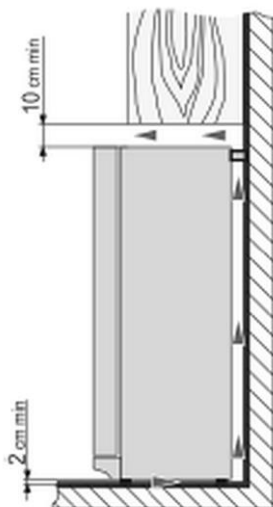

Fig. 4
- Manter uma distância de pelo menos 10 cm entre o topo do aparelho e objetos (por exemplo, um armário) acima dele (fig. 4).